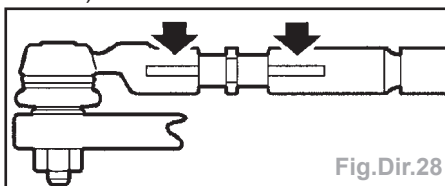

Fig.Dir.28
**Attention** : contrôler que les fentes des brides du tendeur sont alignées (Fig.Dir.28).